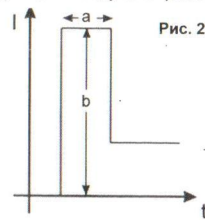

Рис. 2
- На графике 1 (См. Рис.2) показан принцип работы системы «горячий старт» (HOT START), где: I – сварочный ток; t – время; a – время горячего старта; b –